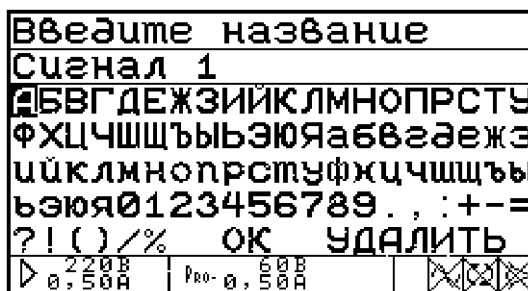

Рисунок 4.30 Ввод названия сигнала
- Если был выбран пункт «Сохранить сигнал», то на экране отображается экранная клавиатура для ввода названия сохраняемого сигнала (рис. 4.30).